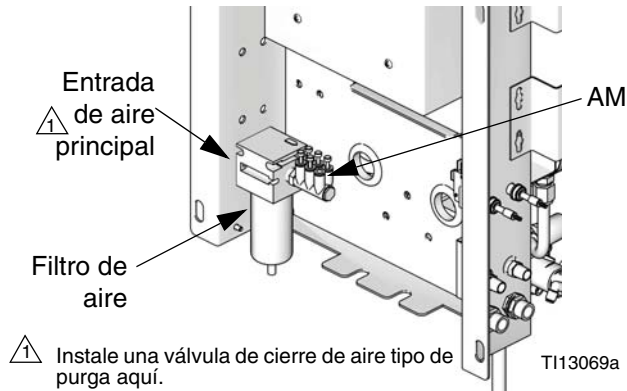
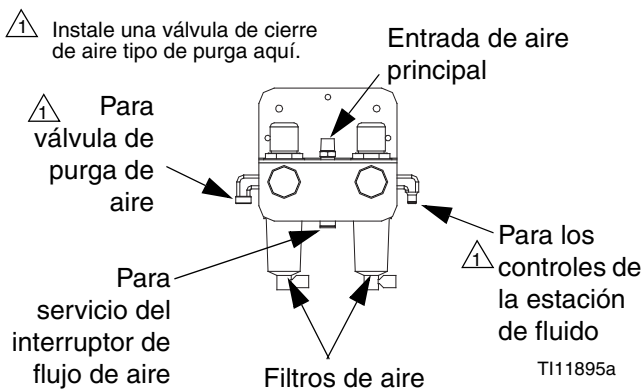

FIG. 7: Entrada del suministro de aire de montaje en muro
FIG. 8: RoboMix Control de suministro de aire
2. Instale una válvula de cierre de aire de tipo de purga en la entrada del filtro de aire de control. Consulte la FIG. 7 para sistemas de montaje mural y FIG. 8 para sistemas RoboMix.
Use una tubería de suministro de aire de purga separada para la válvula de purga de aire (APV). No conecte la válvula de purga de aire al suministro de aire principal del sistema o el colector de aire (AM, FIG. 7), para evitar contaminar los solenoides, las tuberías lógicas de aire o el suministro de aire principal del sistema con fluido en el caso de que fallen la válvula de purga de aire (APV) y la válvula de retención (CV).